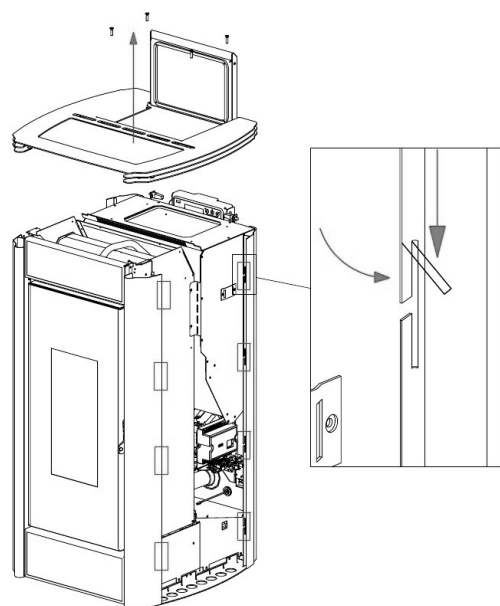

Fig. 34 - Biegen der kleinen Zungen nach außen
- Abdeckung entfernen: Die 4 oberen Schrauben herausschrauben (siehe **Fig. 34**).